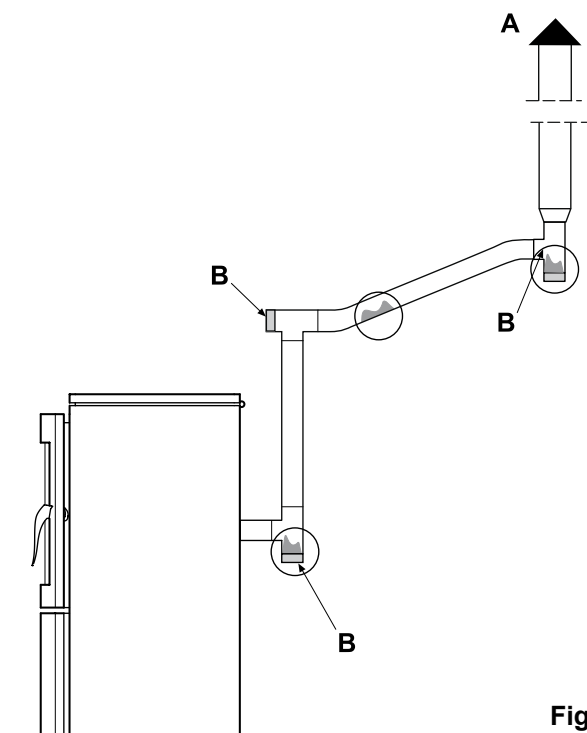

Fig. 8.2.7
A) Schornsteineinsatz (Abb. 8.2.7).
B) Inspektion (Abb. 8.2.7).
A) Mitron anti-vent (fig. 8.2.7).
B) Regard (fig. 8.2.7).
A) Windproof chimney top (Fig. 8.2.7).
B) Inspection. (Fig. 8.2.7).